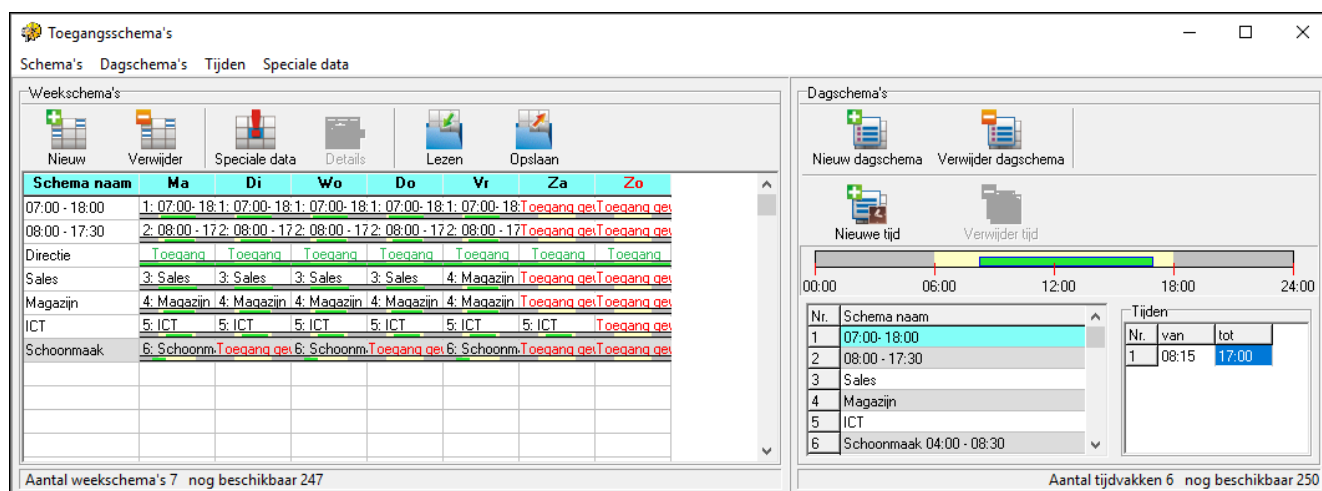
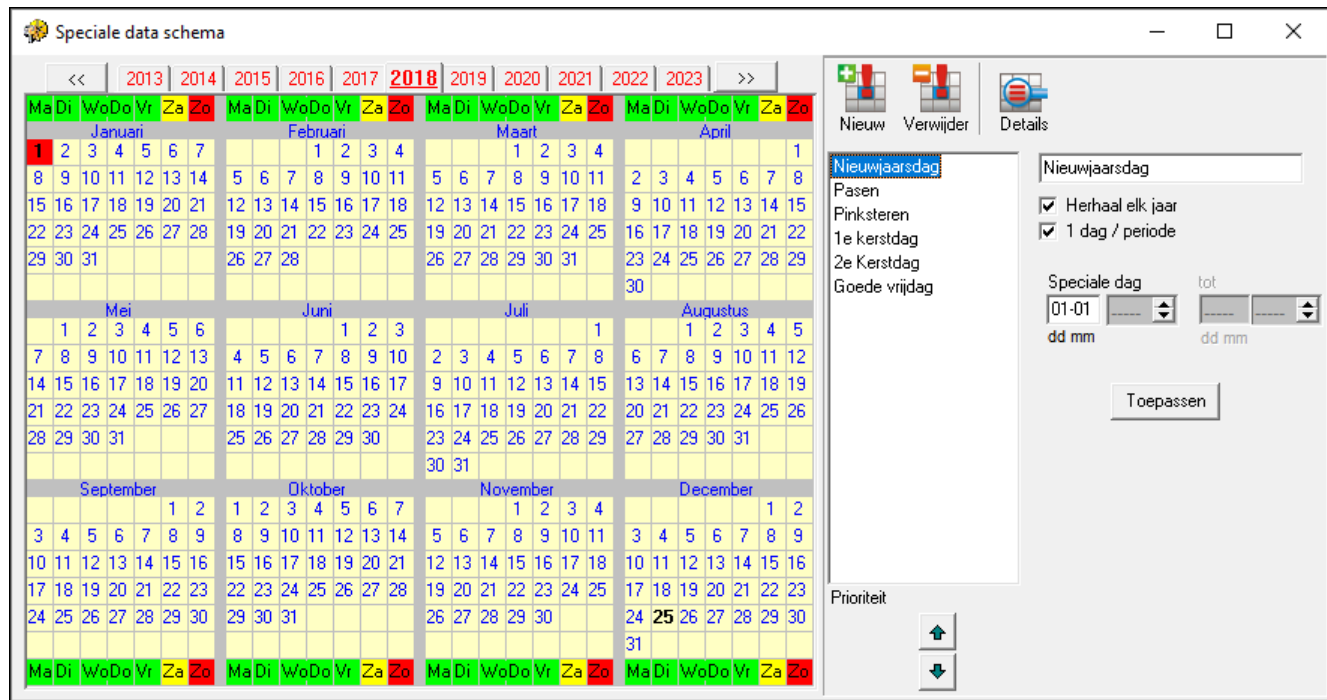

Fig. 31. Scherm met schema's.
Fig. 32. Scherm voor speciale data.
1. Klik op de SCHEMA'S knop in de menu balk (zie Fig. 22). Het TOEGANGSSCHEMA'S scherm zal worden geopend (zie Fig. 31).
1. Klik op de SPECIALE DATA knop in het TOEGANGSSCHEMA'S scherm (zie Fig. 31). Het SPECIALE DATA SCHEMA scherm zal worden geopend (zie Fig. 32).